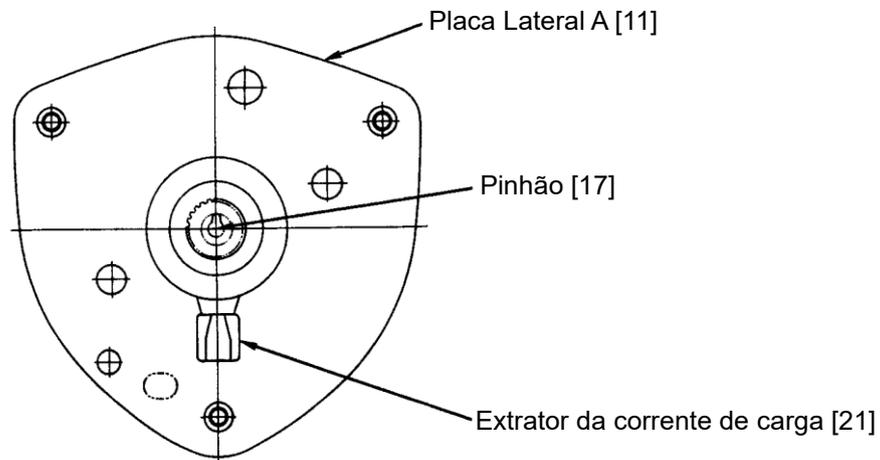

Figura 6-3 Placa lateral / Montagem da Roldana de Corrente
- 3) Monte a roldana de corrente [14] com o lado da ranhura (lado da engrenagem do pinhão) para dentro do rolamento de esferas [15]. O extrator da corrente de carga [21] também precisa ser montado. Veja a Figura 6-3.